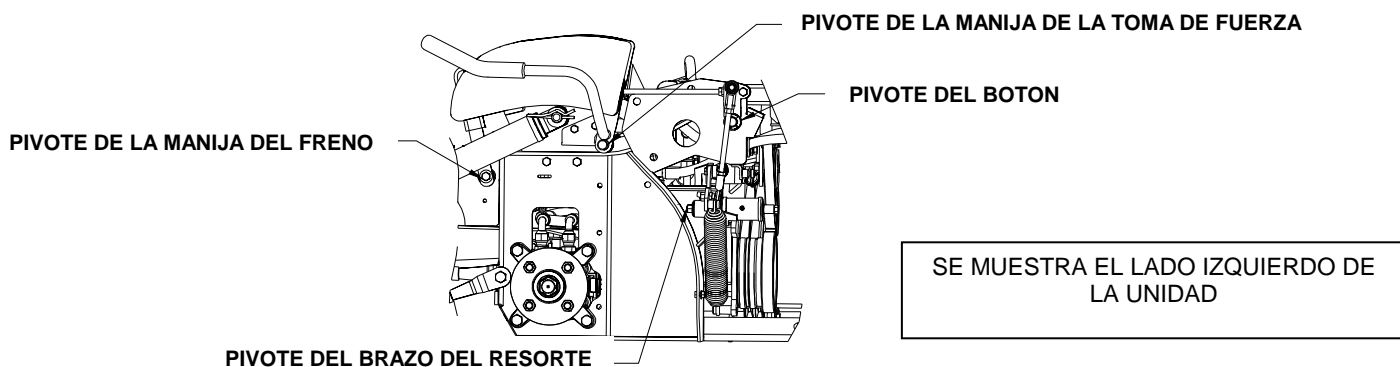

FIGURA 6
4.1.14 Lubrique el pivote de la manija del freno (Ubicación se muestra en figura 6):